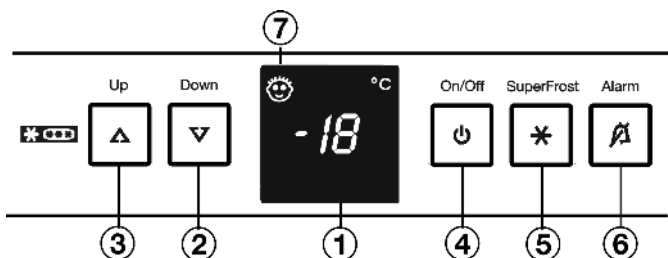

Fig. 2
- ▶ Premir o botão On/Off *Fig. 2 (4)*.
- ▶ Activar o modo de regulação: Premir o botão SuperFrost *Fig. 2 (5)* durante aprox. 5 segundos.
- ▶ Utilizando o botão de regulação Up *Fig. 2 (3)* ou o botão de regulação Down *Fig. 2 (2)* seleccionar h.
- ▶ Confirmar: Premir momentaneamente o botão SuperFrost *Fig. 2 (5)*.
- ▶ Regular o indicador para uma luminosidade superior: Premir o botão de regulação Up *Fig. 2 (3)*.
- ▶ Regular o indicador para uma luminosidade inferior: Premir o botão de regulação Down *Fig. 2 (2)*.
- ▶ Confirmar: Premir o botão SuperFrost *Fig. 2 (5)*.
- ▶ Desactivar o modo de regulação: Premir o botão On/Off *Fig. 2 (4)*.